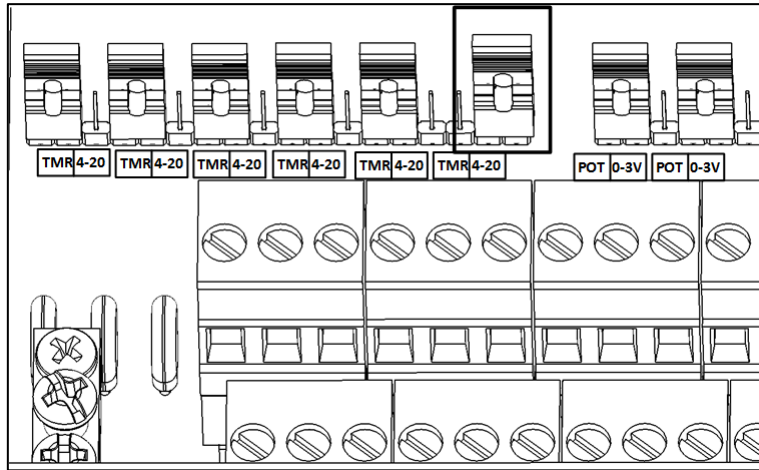

Figura 27: Jumpers sensor de CO2
2. Coloque o jumper correspondente à porta de entrada analógica em 4 -20 (Figura 27).